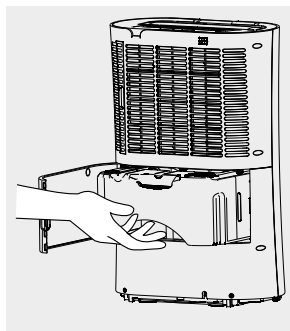

Рис. 2
1. Резервуар для воды (9) необходимо опорожнять, когда загорится красный световой индикатор (2j), а также после каждого отключения прибора.
2. Откройте дверцы резервуара для воды (8), энергично, но осторожно извлеките резервуар из корпуса прибора (рис. 2).